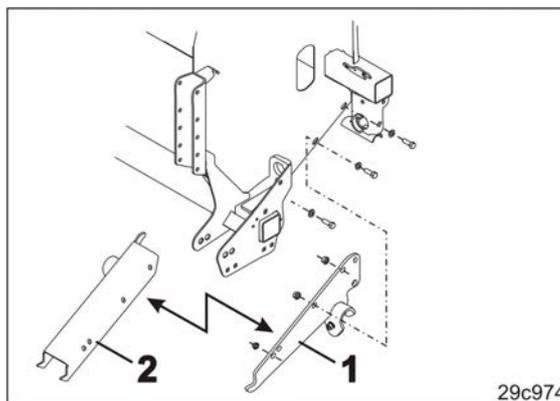

Fig. 90
- dos placas articuladas (Fig. 90/1) para utilizar con rodillo Packer PW 500
- dos soportes (Fig. 90/2) para utilizar con rodillo de anillo cónico KW 520.